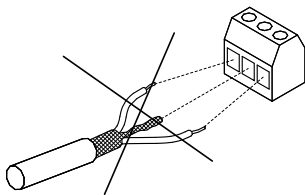

Abb. 21 Schirmenden nicht verdrehen
- Die Schirmenden nicht zusammendrehen. Siehe Abb. 21. Stattdessen sind Kabelschellen oder EMV-Kabelverschraubungen zu verwenden.